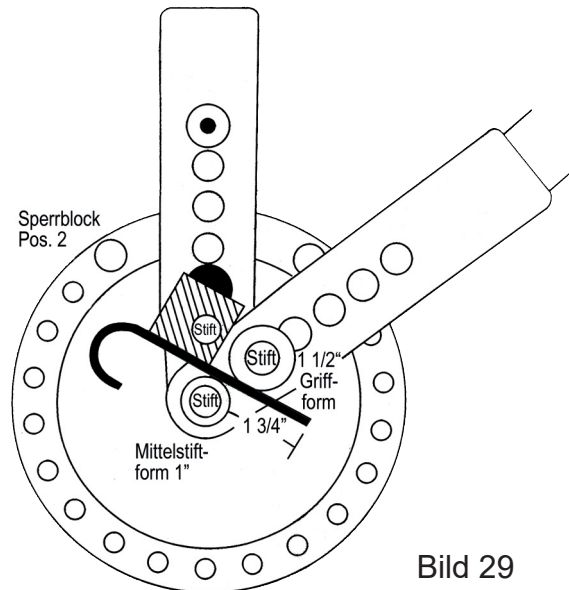

Bild 29
2. Biegung (Bild 29): Drehen Sie das Stück zum anderen Ende und ziehen Sie am Griff bis sich das Ende des Stücks um die Griffform gebogen hat.